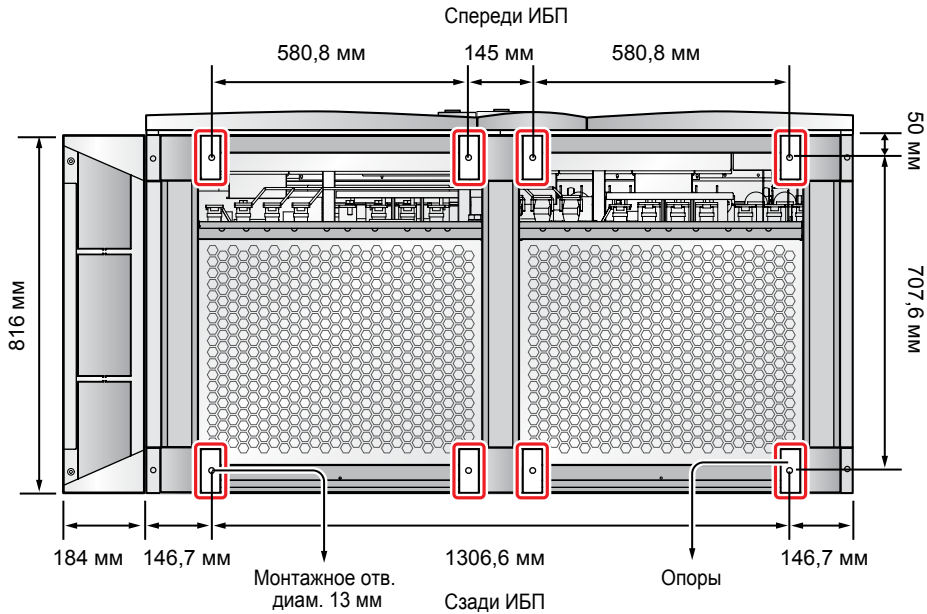
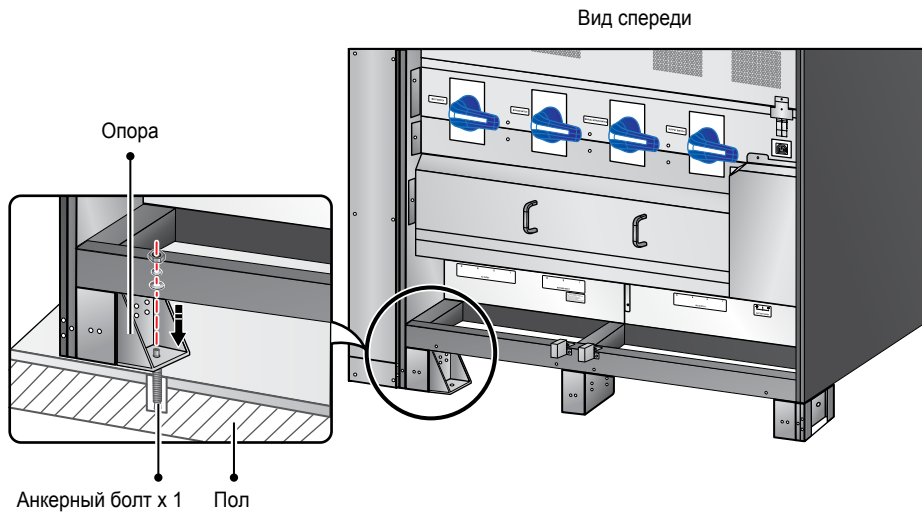

Рис. 6-2. Расположение монтажных отверстий
Рис. 6-3. Монтаж опор
- Спереди и сзади к нижней части ИБП крепятся восемь опор. Вверните в пол восемь анкерных болтов и ключом головкой 12 мм прикрепите к ним опоры, см. **Рис. 6-2. Расположение монтажных отверстий** и **Рис. 6-3. Монтаж опор**. Обратите внимание, что анкерные болты в комплект поставки не входят